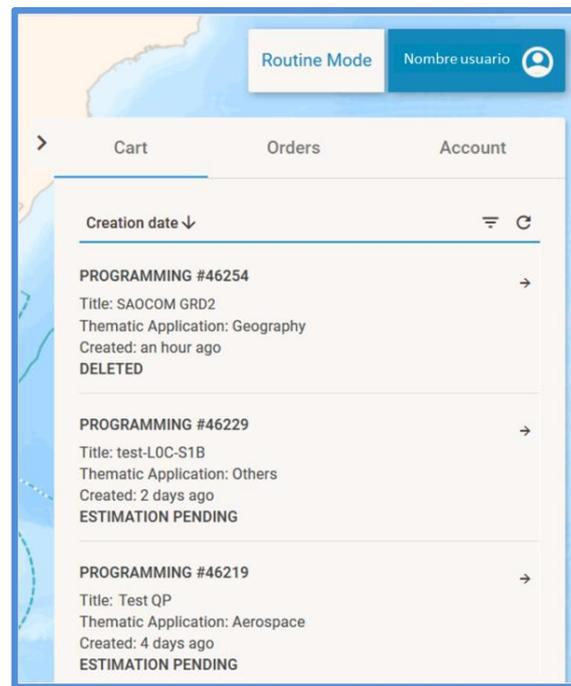

Figura 3: Panel de registro de actividad del usuario: Sección **Cart** (Carrito). (Ejemplo ilustrativo)
- **Cart** (Carrito): En esta sección se almacenan todos los pedidos realizados por el usuario, como ejemplifica la **Figura 3**.